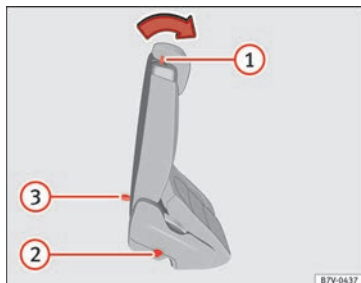

Abb. 83 Zweite Sitzreihe: Bedienungselemente der Einstiegshilfe.
- Gegebenenfalls Gegenstände aus dem Fußraum der zweiten Sitzreihe entfernen » ❶.
- Hebel » **Abb. 83** ❶ nach vorn drücken und Rücksitzlehne umklappen. Dieser Sitz klappt komplett nach vorn » **△** und kann in Längsrichtung noch weiter nach vorn geschoben werden.
- Der Rücksitz muss sicher eingerastet sein, damit die Schutzwirkung der Sicherheitsgurte auf den hinteren Sitzplätzen gewährleistet ist. Die rote Markierung » **Abb. 83** ❷ darf nicht mehr sichtbar sein » **△** in Rücksitze in Ladebodenposition klappen auf Seite 108.
Wenn der Hebel » **Abb. 83** ❶ außer Funktion ist, z.B. nach einem Unfall, können die Sitze der zweiten Sitzreihe von der dritten Sitzreihe aus nach vorn geklappt werden, um den Ausstieg aus der dritten Sitzreihe zu erleichtern » **△**.
- Schlaufe » Abb. 83 ③ nach hinten ziehen und Rücksitzlehne nach vorn klappen. Der komplette Rücksitz klappt nach vorn » △.
- Eine rote Markierung an der Seite des Sitzes » Abb. 83 ② signalisiert eine nicht eingerastete Lehne. Die rote Markierung darf im korrekt eingerasteten Zustand nicht sichtbar sein.